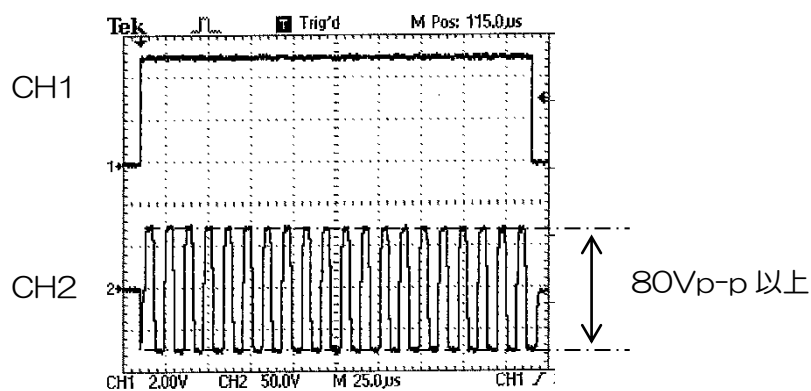

図 4.18 信号波形例
3. 記録器の電源を ON にし、オシロスコープの波形を確認してください。CH1 の立ち上がりでトリガーを設定してください。4 方向とも図 4.18 に示すような波形が確認できた時は、正常です。オシロスコープの CH2 の波形は、センサーエレメントから送波する音の強さの目安となります。80V_{p-p} 以上で正常です。